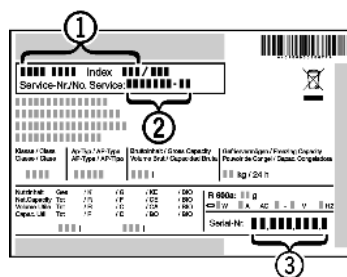

Fig. 7
- ▶ Z typového štítku odčítajte označenie zariadenia Fig. 7 (1), servisné č. Fig. 7 (2) a sériové č. Fig. 7 (3). Typový štítok je na ľavej vnútornej strane zariadenia.
- ▶ Upovedomte zákaznícky servis a oznámte chybu, označenie zariadenia Fig. 7 (1), servisné č. Fig. 7 (2) a sériové č. Fig. 7 (3).